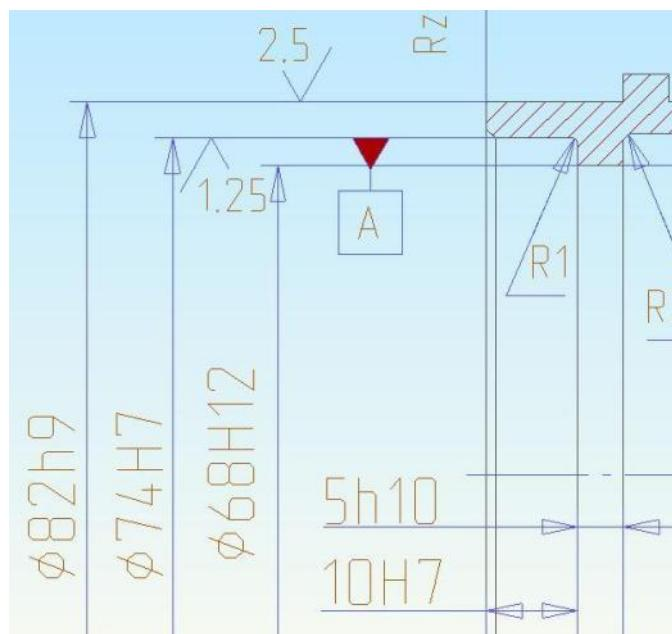

Рисунок 15. Обозначение баз
3. Указываем на чертеже базовую поверхность (размерную линию) и выбираем расстояние, на котором будет стоять обозначение базы (рис. 15) и нажимаем левую кнопку мыши.